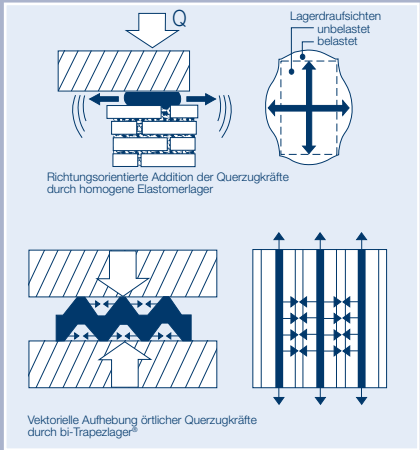

Bild 4: Wirkung der Querkzugkräfte
- erzeugen bei gleicher Belastung und Lagerdicke geringere Querkraftkräfte als homogene Elastomerlager. Dadurch ist die Sicherheit gegen Betonbruch größer (Bild 4).